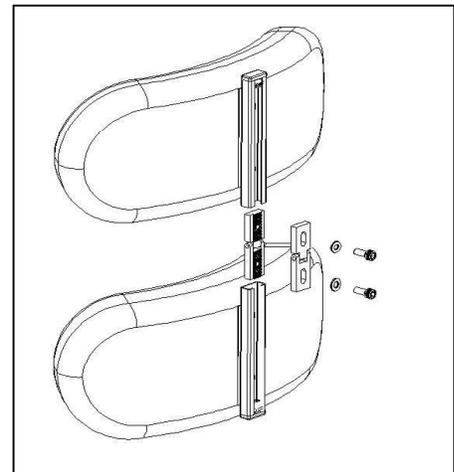

Abbildung 15
1. Um die Segmente miteinander zu verbinden, verwenden Sie das mitgelieferte Spezialscharnier (SH SD). Die Scharnierschrauben sind lang genug, um in die Sicherheitsverriegelungslöcher in der Rückenstützenschiene zu passen und müssen für den Zusammenbau weit genug herausgeschraubt werden. Siehe **Abbildung 15**.